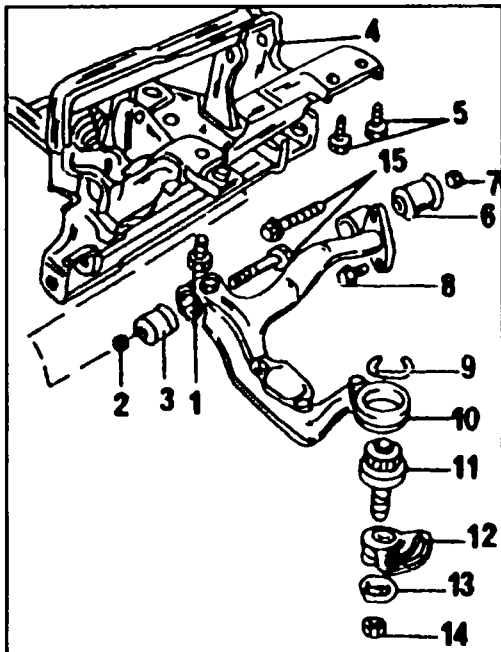
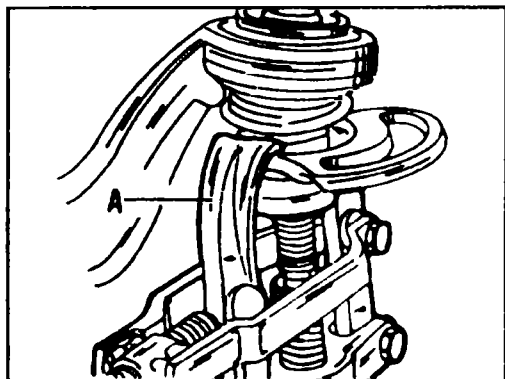
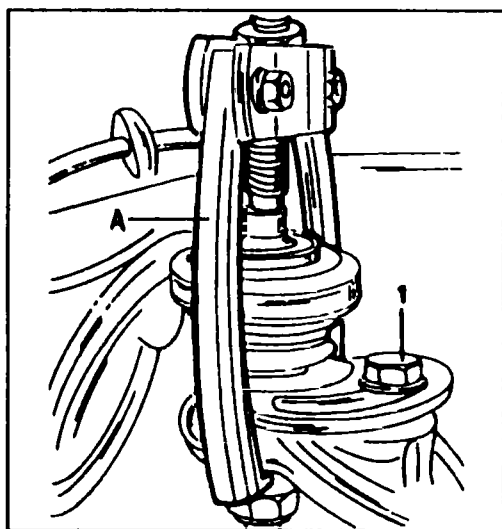

Рис. 7.7 Устройство верхнего поперечного рычага и верхнего шарового шарнира
Рис. 7.9 Демонтаж регулировочного эксцентрика с пальца шарового шарнира
Рис. 7.10 Съемник (а) используемый для снятия и установки верхнего шарового шарнира. Блокирующий болт (1) затяните моментом 60Нм
Верхние рычаги можно снять только после демонтажа балки передней подвески. Заменить верхние шарниры довольно просто. На рис. 7.7 показано крепление шарового шарнира к верхнему поперечному рычагу и поворотному кулаку. Эксцентрик (12) служит для регулировки угла наклона колеса. Эксцентрик блокируется болтом, ввинченным в поворотный кулак. Снизу шарового шарнира помещена эксцентриковая шайба. Для снятия шарового шарнира можно использовать различные универсальные съемники. Конструкции нескольких из них показана на рис. 7.9 и 7.10. Шарнир заменяется следующим образом:
- ◆ Пометьте положение эксцентрика (12) (см. рис. 7.7) относительно поворотного кулака. Если Вы этого не сделаете, то придется в последствии регулировать наклон колеса.
- ◆ Отверните гайку (14) крепящую шаровой шарнир снизу. Эта гайка является самоконтращейся и после каждого отвинчивания ее необходимо заменять.
- ◆ Пометьте положение эксцентриковой шайбы (13), а затем снимите ее.
- ◆ Снимите при помощи съемника регулировочный эксцентрик (см. рис. 7.9). На рисунке показан съемник типа Kukku 204-2 (А). Лапы съемника необходимо завести за эксцентрик.
- ◆ Съемником, показанным на рис. 7.10, выньте шаровой шарнир из поворотного кулака. Показанный на рисунке съемник (А) является универсальным.
На рис. 7.10 также виден болт (1), служащий для блокирования регулировочного эксцентрика.
◆ Съемником (см. рис. 7.10) установите в поперечный рычаг новый шаровой шарнир. После полной установки шарнира установите в канавку посадочного отверстия пружинное стопорное кольцо.
- ◆ Регулировочный эксцентрик (12, рис. 7.7) установите согласно с нанесенными во время снятия метками, затяните болт (1, рис. 7.10) моментом 60 Нм.